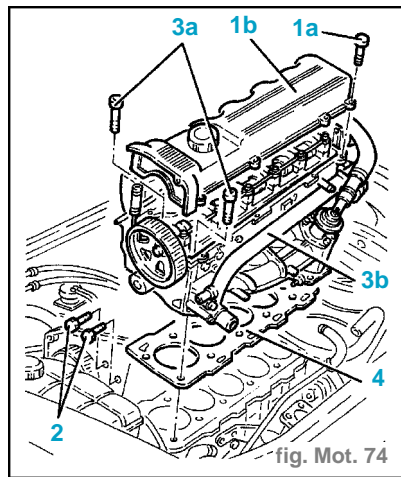

fig. Mot. 74
- Dévisser les vis (1a) et déposer le couvercle des culbuteurs (1b). (fig. Mot. 74)